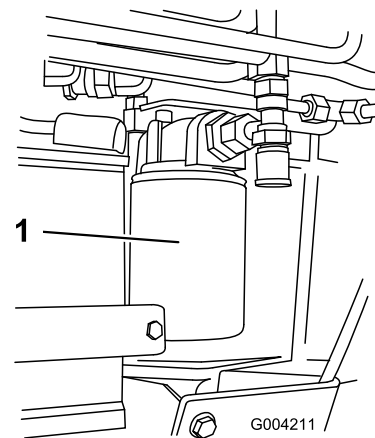

Figura 52
4. Coloque un recipiente debajo del filtro (Figura 52).
5. Retire el filtro usado (Figura 52) y limpie con un paño la superficie de la junta del adaptador del filtro.
7. Instale el filtro hidráulico nuevo en el adaptador del filtro (Figura 52). Apriete el filtro en el sentido de las agujas del reloj hasta que la junta de goma entre en contacto con el adaptador del filtro, luego apriete el filtro tres cuartos de vuelta más.